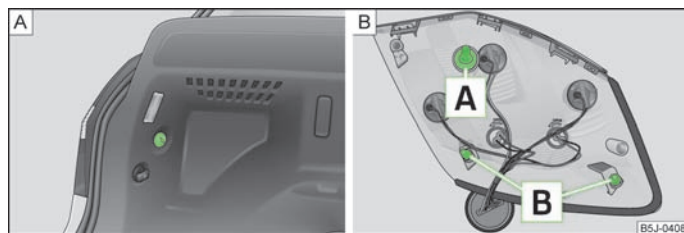

Fig. 154 Desmontar a luz traseira / montar a luz traseira
- Com uma mão, segure a luz traseira e com a outra mão desenrosque a porca de plástico » Fig. 154 - **A**.
- Para voltar a montar a luz traseira, aplicar primeiro o parafuso [A] na abertura na carroçaria » Fig. 154.
- Com uma mão, segure a luz traseira e com a outra mão enrosque e aperte a porca » Fig. 154 - [A].